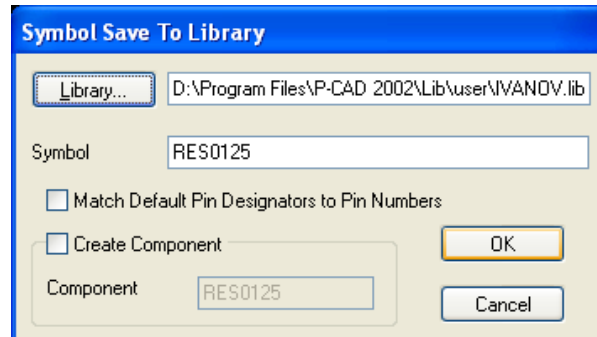

Рис. 4.47 - Запись созданного УГО резистора в библиотеку
- Выполнить команды **Symbol/Save**. В появившемся окне щелкнуть по кнопке **Library**, в следующем появившемся окне выбрать библиотеку **Ivanov.lib**. В поле **Symbol** набрать имя элемента «**Res0125**» и нажать кнопку **OK** (рис. 4.47).